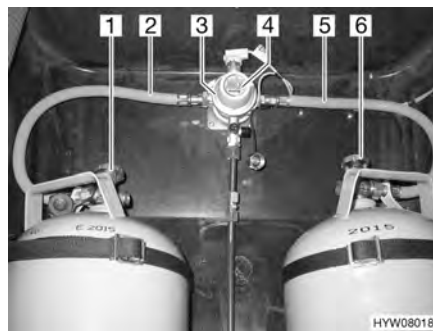
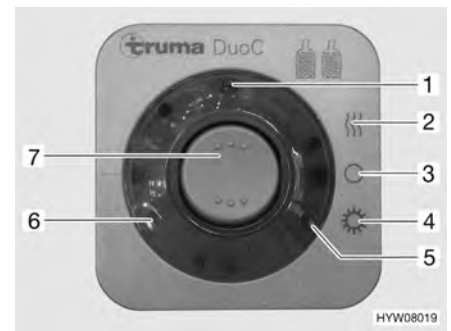

Bild 99 DuoControl-omkopplingsenhet
Bild 100 Kontrollenhet
DuoControl-omkopplingsenheten består av en omkopplingsventil (Bild 99,3) och en kontrollenhet (Bild 100). Omkopplingsventilen är monterad mellan gaslangarna (Bild 99,2 och 5). Med vredet (Bild 99,4) på omkopplingsventilen ställer du in vilken gasflaska som ska användas som driftflaska och vilken som ska användas som reservflaska.
Omkopplingsventilen värms upp av en avfrostningsanläggning för regulatorer (Eis-Ex). På detta sätt undviks störningar på gasanläggningen under vintern. Med kontrollenheten (Bild 100) kan endast de elektriska funktionerna styras. Gasflaskornas huvudavstängningsventiler (Bild 99,1 och 6) måste öppnas för hand.
Omkopplingsventilen sørjer för ett konstant gastryck, oberoende vilken gasflaska som används. De två kontrollamporna på kontrollenheten visar nivån i driftflaskan. När den gröna kontrollampan lyser (Bild 100,6) är driftflaskan full. När den röda kontrollampan lyser (Bild 100,5) är driftflaskan tom. Gasförsörjningen sker då med reservflaskan.
- Öppna huvudavstängningsventilerna på gasflaskorna (Bild 99,1 och 6).
- Med vredet (Bild 99,4) på omkopplingsventilen (Bild 99,3) väljs gasflaskan, som ska prioriteras (driftflaska).
- Slå på DuoControl-omkopplingsenheten på kontrollenheten (Bild 100).
Ställ för detta vippkontakten (Bild 100,7) på vinterdrift "på och uppvärmning" (Bild 100,2) eller på somrardrift "till" (Bild 100,4). Omkopplingsventilen är nu avluftad. Den gula kontrolllampan (Bild 100,1) lyser, när vinterdrift väljs och avfrostningsanläggningen för regulatorer är påslagen.
- Ställ vippkontakten (Bild 100,7) i läge "O" (Bild 100,3). Den gula kontrolllampan (Bild 100,1) slocknar.
- Stäng huvudavstängningsventilerna på gasflaskorna (Bild 99,1 och 6).
Kontrolllamporna på kontrollenheten (Bild 100,5 och 6) signalerar inne i fordonet, om driftflaskan är driftklar.
Ifall den gröna kontrolllampan (Bild 100,6) slocknar under drift och den röda kontrolllampan (Bild 100,5) lyser upp, är gasflaskan som har valts som driftflaska tom och måste bytas ut. Gasförbrukarna försörjs med gas från reservflaskan.